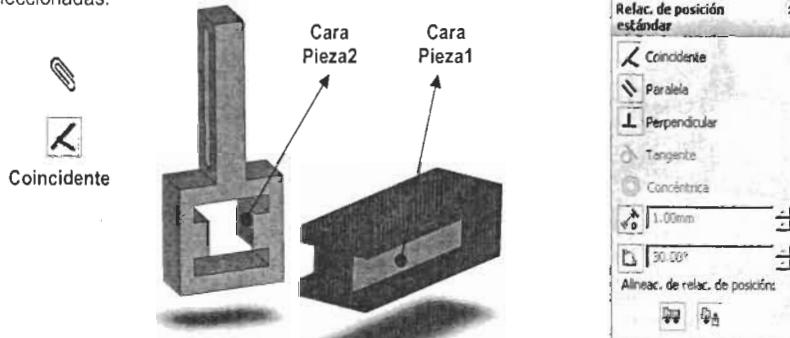

Figura 8.19. Creación de la primera Relación de Posición.
- Pulse Agregar Relaciones de posición de la Barra de Herramientas Ensamblaje o desde el Menú de Persiana Insertar, Relación de Posición. Seleccione las Caras de la pieza1 y 2 indicadas en la Figura 8.19. Pulse la relación Coincidente y observe como la pieza2 se orienta hasta hacer coincidir las caras seleccionadas.